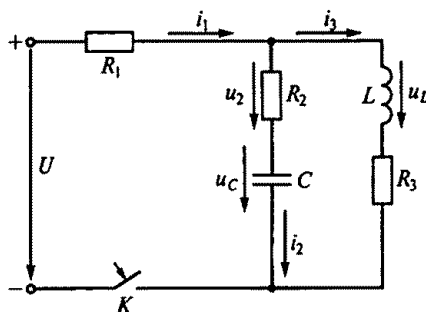

Рис. 148
4.16.Р. Каковы будут начальные значения токов i_1 , i_2 и i_3 и напряжений u_2 и u_L в цепи на рис. 148 после замыкания ключа K ? (Указать неправильный ответ.)
4.17. Каковы будут установившиеся значения токов i_1 , i_2 и i_3 и напряжений u_C , u_L после замыкания ключа K в цепи на рис. 148? (Указать неправильный ответ.)